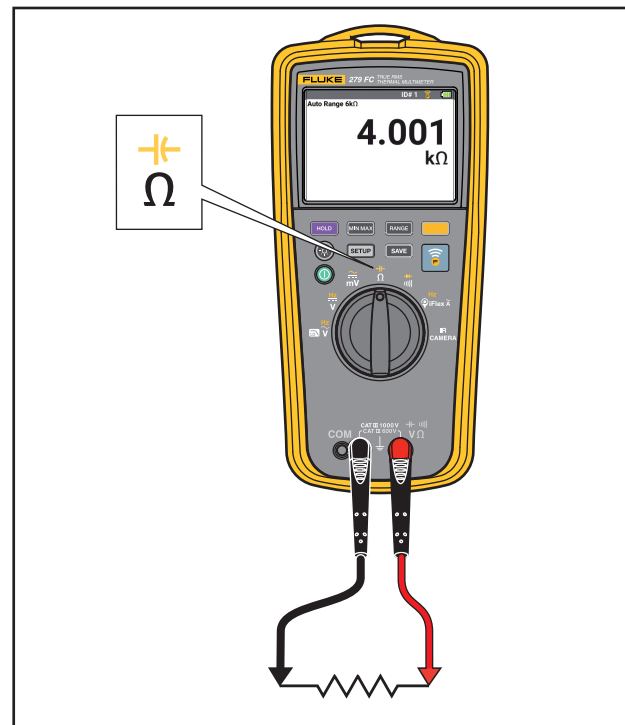

Figura 7. Misure di resistenza
- Misure di resistenza. Vedere la Figura 7.
Il multimetro invia una piccola corrente attraverso il circuito per le misure di resistenza. Poiché la corrente passa attraverso tutti i percorsi possibili tra le sonde, la resistenza misurata corrisponde alla resistenza totale di tutti i percorsi tra le sonde. Vedere la Figura 7.